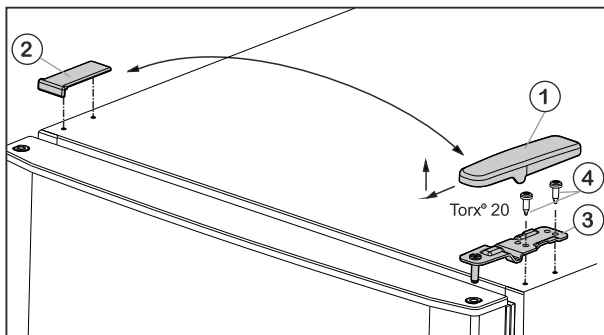

Fig. 4
- ▶ Kanssi Fig. 4 (1) vedetään eteen ja ylös ja poistetaan.
- ▶ Kanssi Fig. 4 (2) nostetaan pois.
- ▶ Ylempi laakerinkannatin Fig. 4 (3) ruuvataan irti (2 kertaa Torx® 20) Fig. 4 (4) ja vedetään pois yläsuuntaan.
- ▶ Aseta ylempi ovi keskellä olevan laakerijalustan (13) päälle.
- ▶ Aseta ylempi laakerinkannatin *Fig. 4 (3)* oveen uudelle saranapuolelle.
- ▶ Ruuvaa ylempi laakerijalusta **kiinni** (**kiristysmomentti 4 Nm**) (2 kertaa Torx® 20) *Fig. 4 (4)*. Käytä tarvittaessa akkukäyttöistä ruuvinväännintä.
- ▶ Aseta suojuus *Fig. 4 (1)* ulkokautta vastakkaiselle puolelle ja lukitse se paikalleen.
- ▶ Aseta suojuus *Fig. 4 (2)* yläkautta vastakkaiselle puolelle ja lukitse se paikalleen.